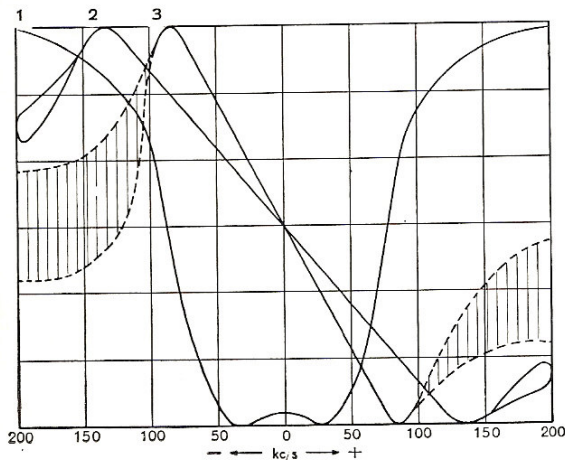
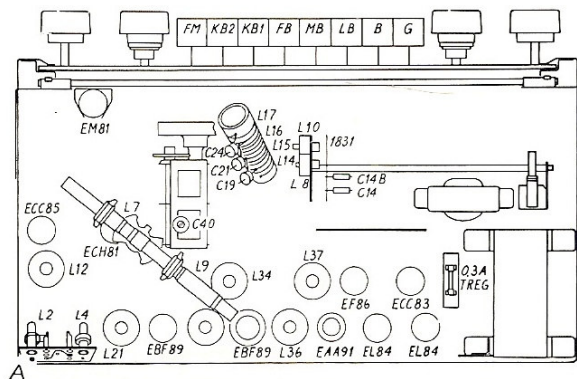
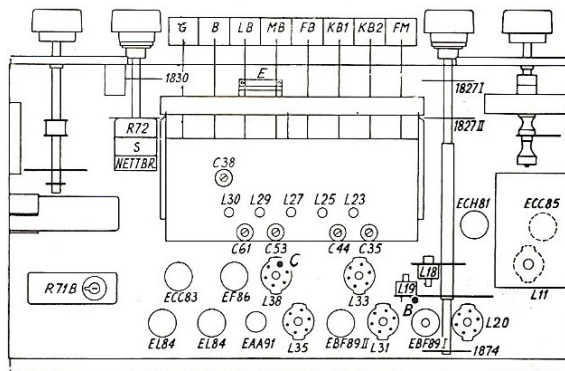

Fig. 10. Oscilloskopkurver for FM-del.
Fig. 14. Sjassiet sett ovenfra (serie 2).
Fig. 15. Sjassiet sett nedenfra (serie 2).
Fig. 10 viser oscilloskopkurver. Signalgeneratoren er koplet til antennebøssingene og oscilloskopet er koplet i serie med 0.2 M Ω til C46 for MF-kurven, 1, og til C81 for de 2 diskriminatorkurvene. MF-kurven er nyttig under trimmingen. Den smaleste diskriminatorkurven, 3, er for 5 μ V inn. Den blir utflytende på kantene på grunn av sus. Kurve 2 er for 500 μ V inn. Sløfene på sidene skyldes fase-
1. Signalgeneratoren tilkoples over L3 (pkt. A, fig. 14) og innstilles på 10.7 Mc/s med sving ± 200 kc/s. Oscilloskopet koples til den kolde ende av L19 (pkt. B, fig. 15). Kretsene trimmes i rekkefølge L20-L11-L12-L21. Kurven skal ha 2 dB topper og en båndbredde på 160-180 kc/s mellom 6 dB punktene (fig. 10, 1) med et påtrykk som gir 10-15 mV i pkt. B.
2. Signalgeneratoren tilkoples styregitteret på EBF89 I. Oscilloskopet tilkoples over C69 (pkt. C, fig. 15). Først trimmes L38 til S-kurven fremkommer. Deretter trimmes L37 og L31 til størst mulig for-
sterkning. Påtrykket reguleres så likespenningen mellom C83 og sjassi blir ca. 10 V. Til slutt justeres L38, og om nødvendig L37, så kurven får den riktige form (fig. 10, 2). Kurven skal være rett over ± 130 kc/s.
3. Signalgeneratoren innstilles på 93 Mc/s, mod. ± 200 kc/s, og tilkoples antennebøssingene. Først koples oscilloskopet til pkt. B for innstilling av nøyaktig frekvens på mottakeren og evt. finjustering av de 4 første kretsene. Påtrykket skal da være 50 μ V. (Det forutsettes at signalfrekvenskretsen L1 ikke er så meget ute av trim at følsomheten er betydelig redusert. Dette vil i så fall bewirke en viss skjevhet i MF-kurven). Deretter koples oscilloskopet til pkt. C, påtrykket reduseres til 5 μ V og de 3 siste kretsene finjusteres. Påse at senterfrekvensen forblir uforandret ved den siste omkopling. Kurven skal nå være lineær over ± 80 kc/s (fig. 10, 3).